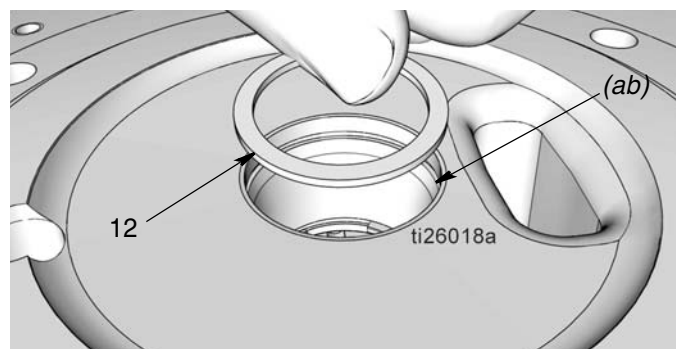

FIG. 31
- b. S'assurer que l'anneau de retenue (51) est toujours en place dans la base de la pompe (1).
- c. Monter l'entretoise (12) comme indiqué à la FIG. 31.